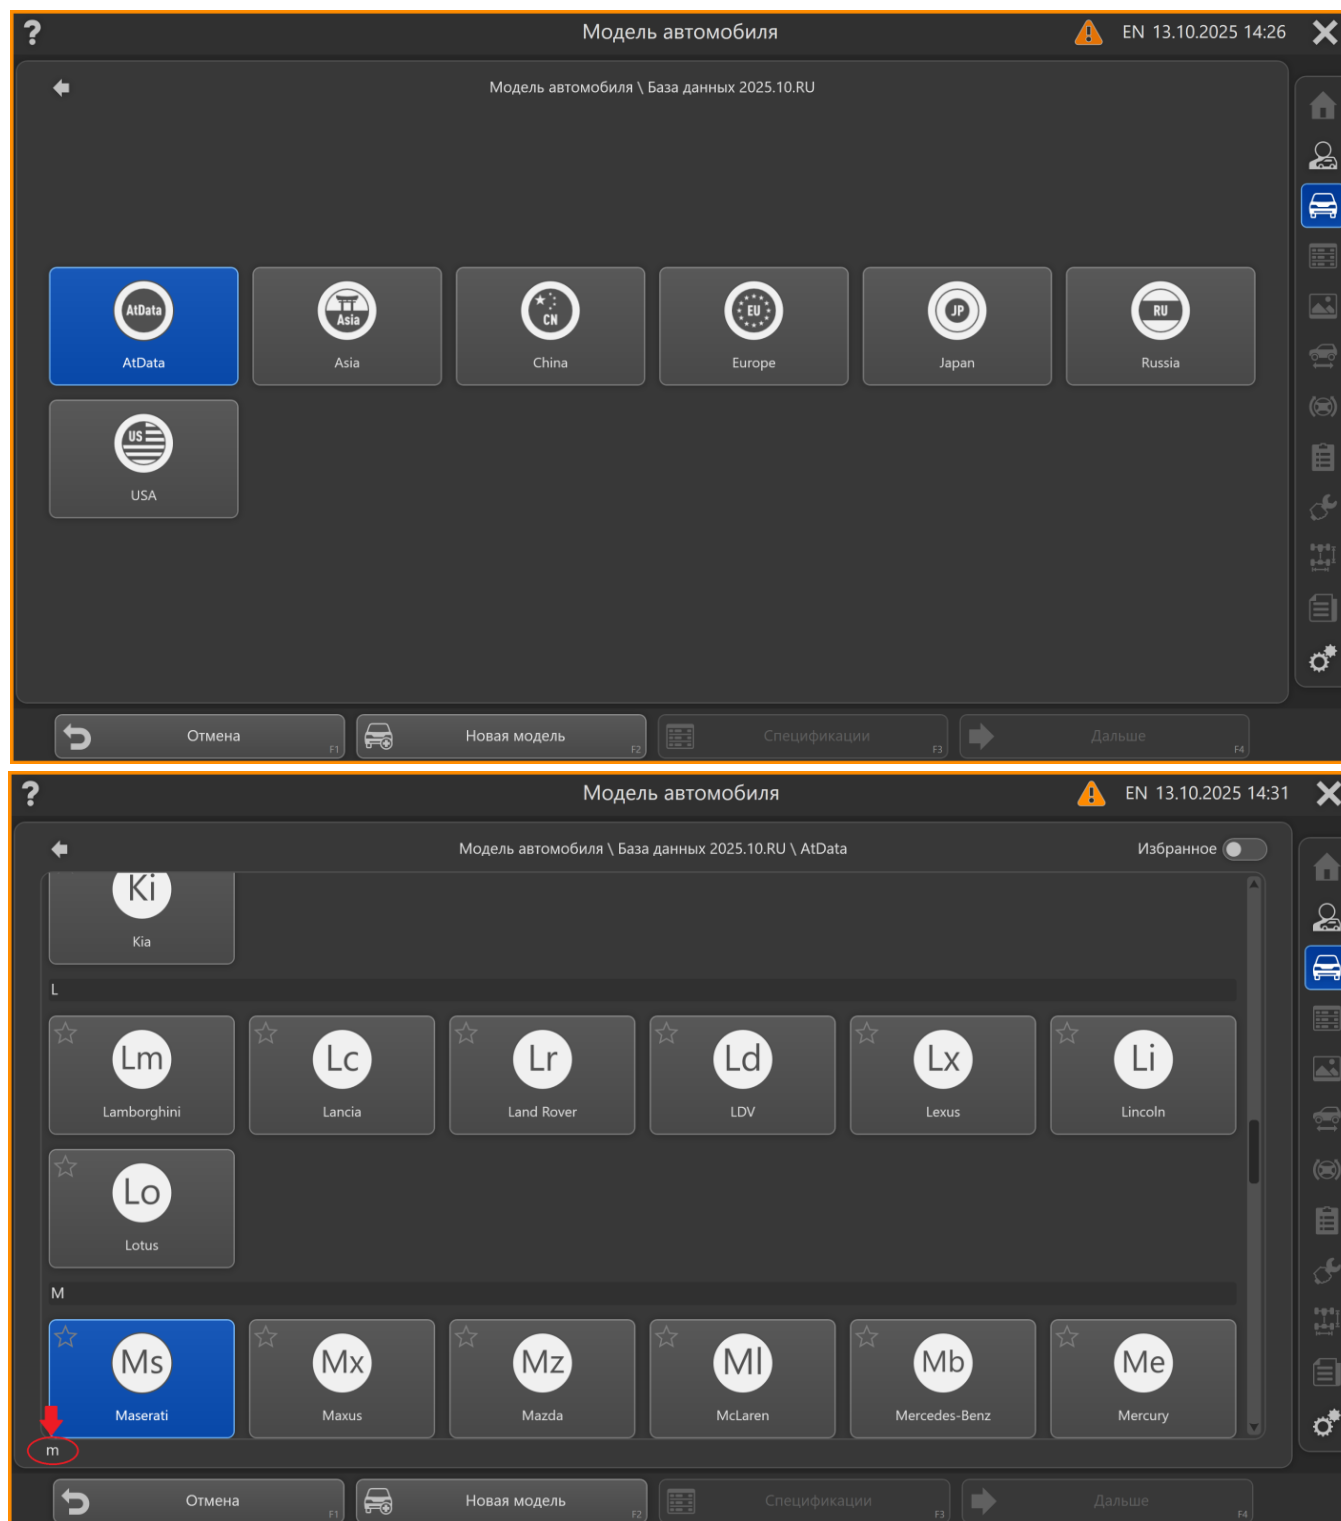

Рисунок 6.14 - Окно поиска модели автомобиля
- Навигация по алфавиту: В разделе «База данных» на любом этапе работы со структурой (выбор марки, модели и т.д.) предусмотрена навигация по алфавиту. При вводе первой буквы система мгновенно подсвечивает и переходит к соответствующему элементу (рис.6.14).